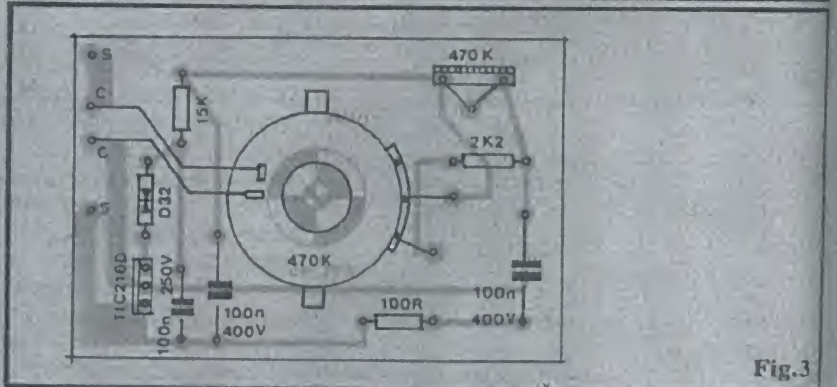

Fig.3
- 4-D - Vista do lado não cobreado (onde estão os componentes) da placa, com o potenciômetro colocado (notando-se as "abinhas abertas" para perfeita acomodação da peça...), e apresentando a opção de utilização de potenciômetro sem chave, caso em que os pontos "C-C" da placa deverão ser interligados por um simples jumper (pedaço de fio isolado, não muito fino, interligando os ditos pontos...). Tomamos a afirmar que é melhor usar um potenciômetro com chave (ligações conforme mostradas na fig. 3), porém é possível a aplicação de um controle sem chave, com a ressalva indicada no presente diagrama...